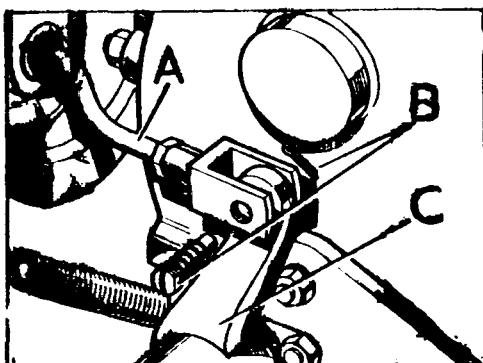

Fig. C-16 Freno a la transmisión
- 1.5. Soltar la varilla, A (Fig. C-16) del freno de mano en su unión a la palanca - acodada, C, y extraer el eje transversal de la palanca de freno.
- 1.3. Soltar la varilla, A (Fig. C-16) del expansor del freno en su unión a la palanca acodada, C, y tensar el ajustador del freno.